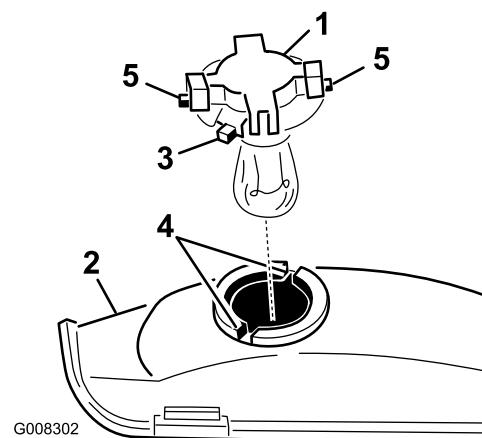

Bild 31
7. Drehen Sie die Birnenfassung um 1/4 Umdrehung nach links und nehmen die Birne aus dem Reflektor heraus (Bild 31).
3. Richten Sie die Nasen an der Birnenfassung mit den Schlitten im Reflektor aus (Bild 31).